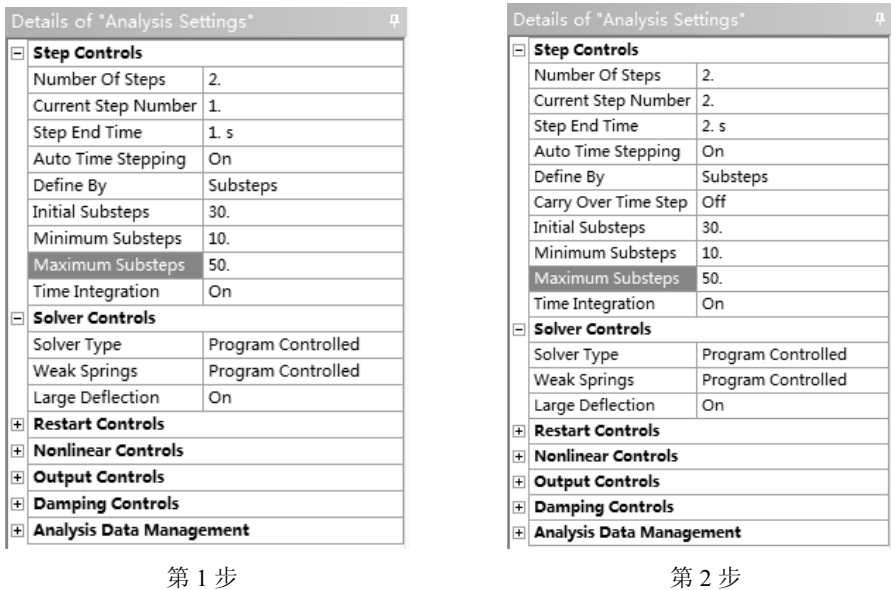

图 8-76 设置求解步
1) 在【Outline（分析树）】中选择【Transient（B5）】节点下的【Analysis Settings】选项，在【Detail of “Analysis Settings”】详细设置窗口中分别设置两个求解步，如图 8-76 所示。